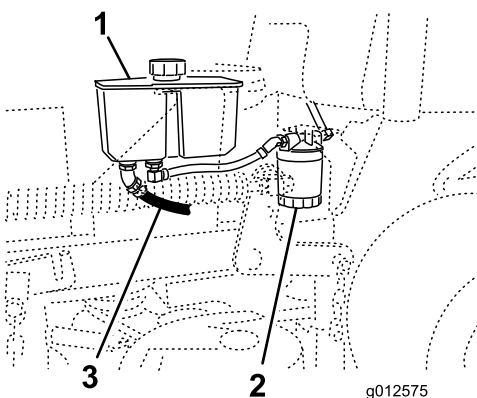

Figura 75
- Localize o tubo frontal hidráulico sob o depósito hidráulico e coloque um recipiente sob o depósito (Figura 75).